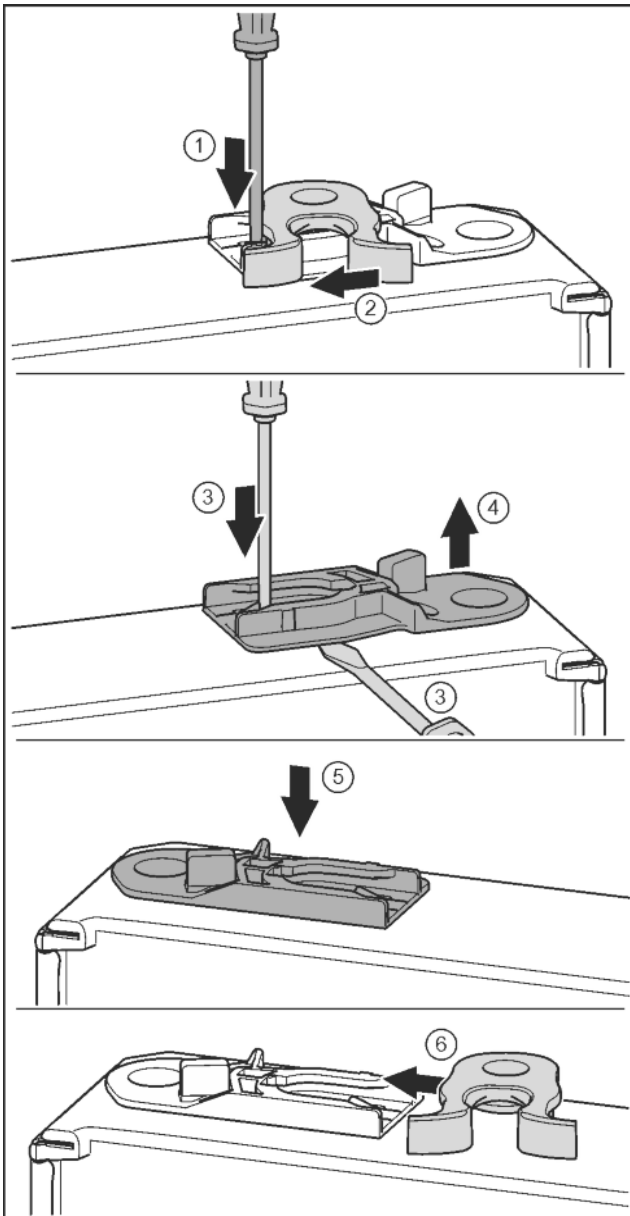

Fig. 19
- ▶ Plochým šroubovákem přitlačte lamelu dolů. Fig. 19 (1)
- ▶ Vytáhněte petlici z vedení. Fig. 19 (2)
- ▶ Vytáhněte vodící pouzdro: Stiskněte jazýček šroubovákem a současně plochým šroubovákem zajeďte pod vodící pouzdro. Fig. 19 (3, 4)
- ▶ Vodící pouzdro přiložené v příslušenství zasuňte na druhé straně pláště. Fig. 19 (5)
- ▶ Petlici zasuňte do vedení. Fig. 19 (6)